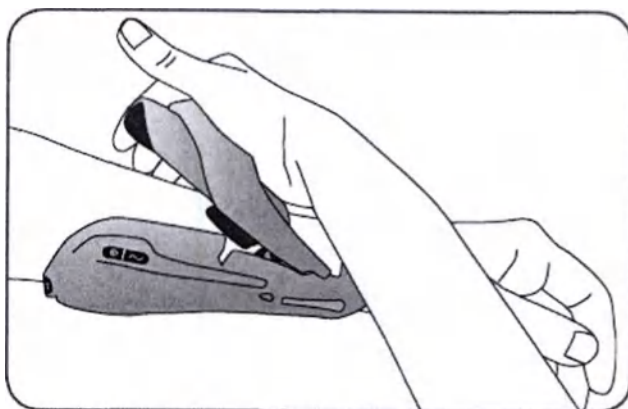

Рис. 6-7 Закрытие крыла разгибателей
5. Если ортез расположен правильно, закройте крыло разгибателей. Положите руку на вершину крыла и сожмите пальцами крыло разгибателей ортеза. Вытяните крыло разгибателей одновременно нажимая на рукоятку крыла. Нажимайте до окончания щелчков. См. рисунок 6-7.